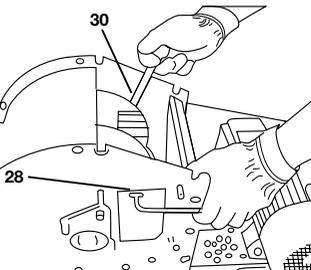

Bild 30
- Rotor so drehen, dass eine Schlägerachse durch die Öffnung sichtbar ist (siehe „Bild 30“).
- Senkschraube (28) (SW 6) an der Schlägerachse lösen und herausdrehen (siehe „Bild 30“).
- Auf der gegenüberliegenden Seite der Senkschraube ist eine Schlüsselfläche an der Schlägerachse angebracht, die Schlägerachse kann mit einem Gabelschlüssel (30) (SW 13) gehalten werden (siehe „Bild 30“).